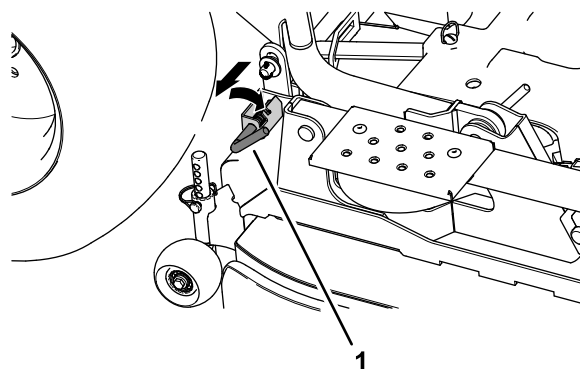

Figura 113
- Antes de bajar la carcasa, tire y gire de los pasadores de enlace traseros a ambos lados de la carcasa de corte (Figura 113).
13. Gire los pasadores de enlace traseros para accionar los enlaces de elevación traseros de la carcasa de corte; consulte la Figura 113 en Retirada de la carcasa de corte \(página 76\).